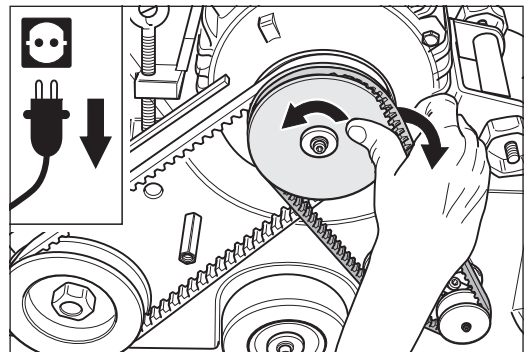

Abb. 61 Den Keilriemen für die Absaugung abnehmen. **Abbildung ähnlich.**
- 8 Drehen Sie die Motorriemenscheibe und lassen Sie gleichzeitig den Keilriemen für den Ventilator von der Motorriemenscheibe laufen (Abb. 61).